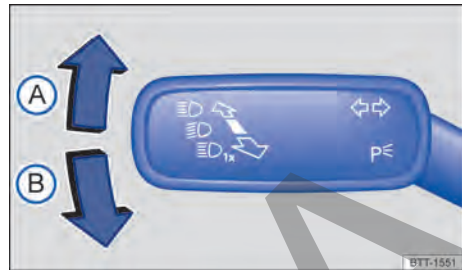

Fig. 77 A la izquierda en la columna de dirección: palanca de los indicadores de dirección y del farol alto.
- Colocar la palanca de los intermitentes y de la luz de carretera de la posición central a la siguiente posición → fig. 77: